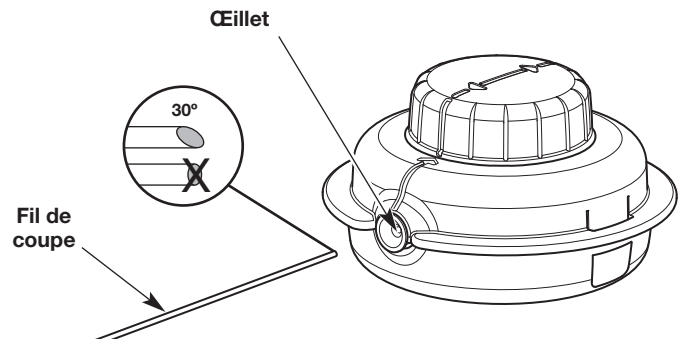

Fig. 21
- Coupez deux fils de coupe de 3 m (10 pi) chacun. Coupez une extrémité de chaque fil à un angle de 30 degrés (Fig. 21).
- Insérez un des fils à travers l'œillet de la tête de coupe (Fig. 21). Utilisez l'extrémité coudée pour insérer environ 7,5 cm (3 po) du fil. Répétez ce processus avec l'autre fil et l'œillet.